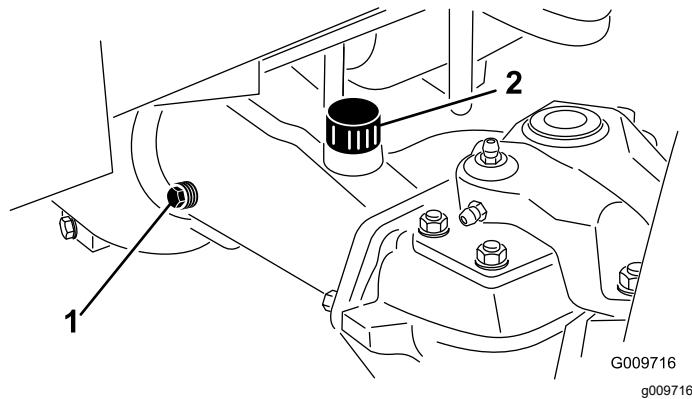

Bild 145
4. Entfernen Sie die beiden Prüfschrauben und die Einfüllschraube am Achsgehäuse, um das Ablassen des Öls zu erleichtern (Bild 145).